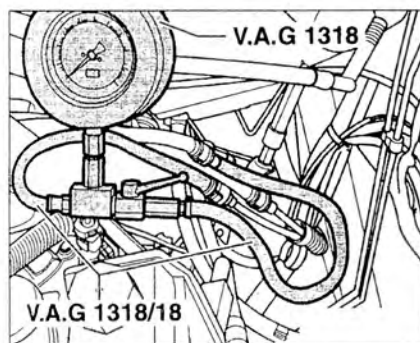

Рис. 2.90. Присоедините манометр V.A.G 1318 с переходником V.A.G 1318/18.
2. Присоедините манометр V.A.G 1318 с переходником V.A.G 1318/18 (рис. 2.90).